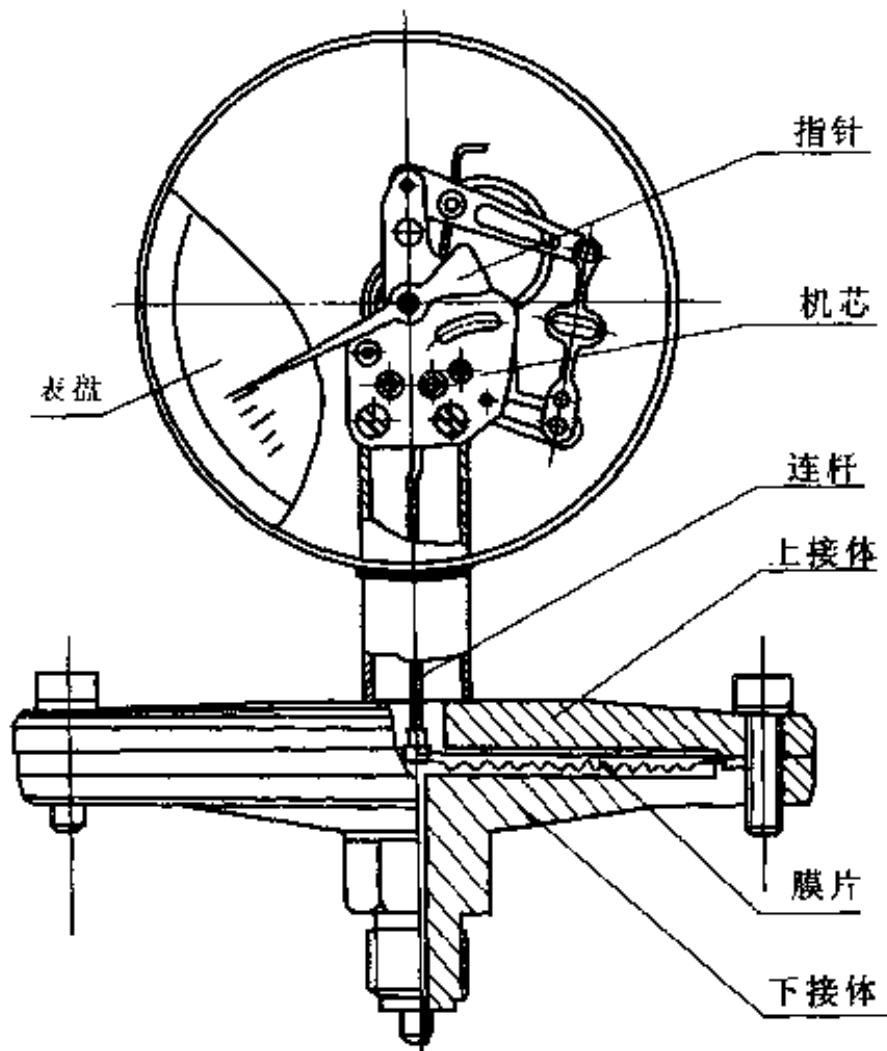

图 4-14 膜片压力表的结构图
(1) 如图 4-14 所示, 膜片压力表主要由以下零部件组成, 它们分别是: 下接体、上接体、膜片、连杆、机芯、指针、表盘。